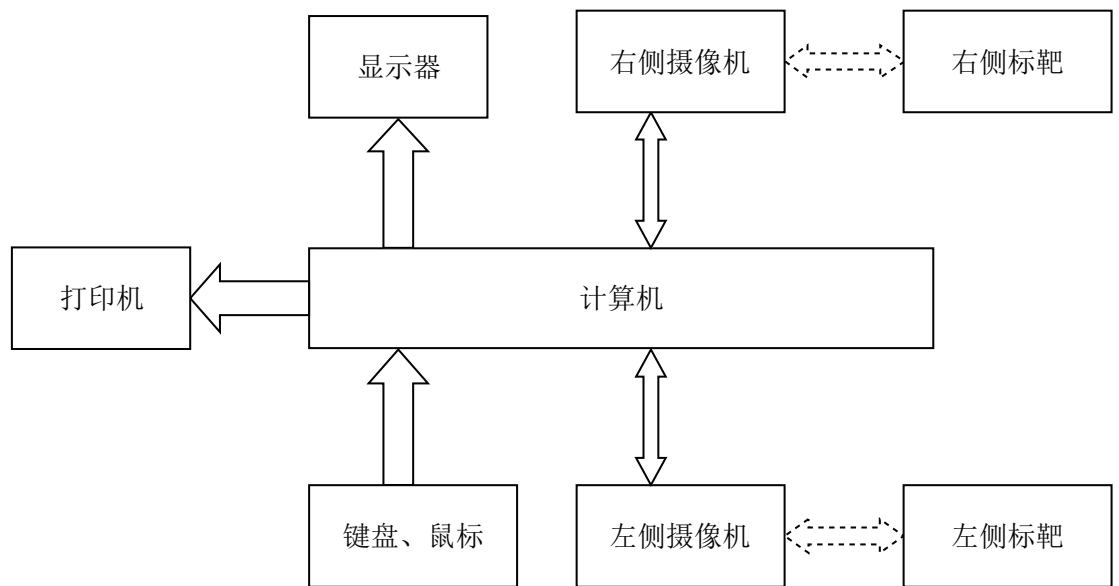

图1.9
- 3D四轮定位仪的电气工作原理框图如图1.9所示。整个系统共分为数据采集和数据处理2个部分。